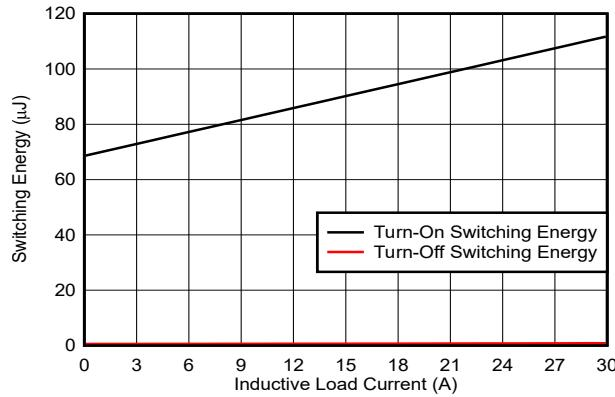
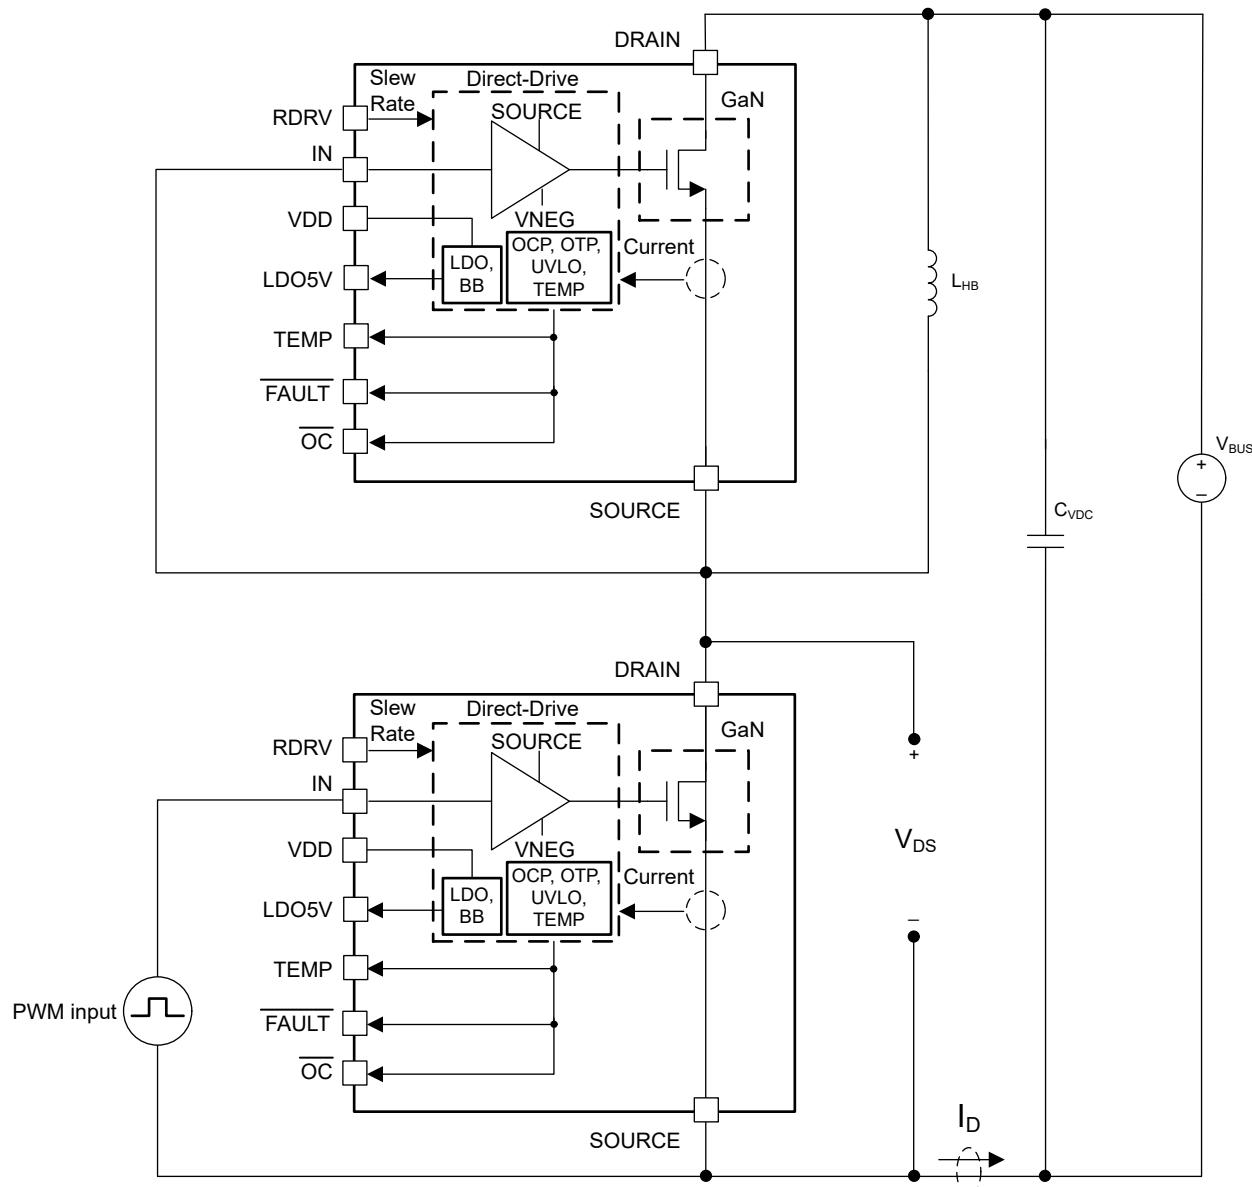
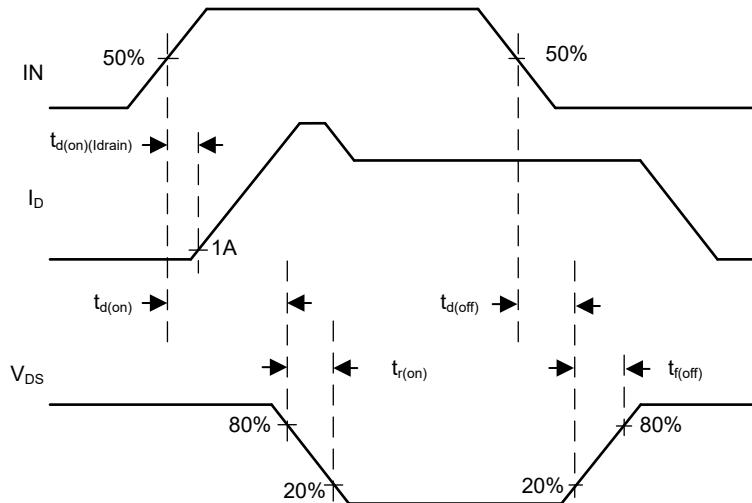

図 5-11. ハーフブリッジ・スイッチング・エネルギーと誘導性負荷電流との関係
図 6-1. スイッチング・パラメータの決定に使用する回路
図 6-2. 伝搬遅延とスルーレートを決定するための測定値
| ターンオンのスルーレート                       | $V_{DS} < 320\text{V}$ から $V_{DS} < 80\text{V}$ まで、RDRV を LDO5V から切断、 $R_{RDRV} = 300\text{k}\Omega$ 、 $T_J = 25^\circ\text{C}$ 、 $V_{BUS} = 400\text{V}$ 、 $L_{HB}$ 電流 = 10A、図 6-1 を参照してください |  | 20     |       | V/ns             |     |    |
|                                    | $V_{DS} < 320\text{V}$ から $V_{DS} < 80\text{V}$ まで、RDRV を LDO5V に接続、 $T_J = 25^\circ\text{C}$ 、 $V_{BUS} = 400\text{V}$ 、 $L_{HB}$ 電流 = 10A、図 6-1 を参照してください                                   |  | 100    |       | V/ns             |     |    |
|                                    | $V_{DS} < 320\text{V}$ から $V_{DS} < 80\text{V}$ まで、RDRV を LDO5V から切断、 $R_{RDRV} = 0\Omega$ 、 $T_J = 25^\circ\text{C}$ 、 $V_{BUS} = 400\text{V}$ 、 $L_{HB}$ 電流 = 10A、図 6-1 を参照してください           |  | 150    |       | V/ns             |     |    |
| $t_{d(on)}$( $I_{drain}$ ) | ドレン電流ターンオン遅延時間              | $V_{IN} > V_{IN, IT+}$ から $I_D > 1\text{A}$ 、 $V_{BUS} = 400\text{V}$ 、 $L_{HB}$ 電流 = 10A、図 6-1 および図 6-2 を参照してください      |     | 28  | 42  | ns |
| $t_{d(on)}$                    | ターンオン遅延時間                   | $V_{IN} > V_{IN, IT+}$ から $V_{DS} < 320\text{V}$ 、 $V_{BUS} = 400\text{V}$ 、 $L_{HB}$ 電流 = 10A、図 6-1 および図 6-2 を参照してください |     | 32  | 52  | ns |
| $t_{r(on)}$                    | ターンオンの立ち上がり時間               | $V_{DS} < 320\text{V}$ から $V_{DS} < 80\text{V}$ 、 $V_{BUS} = 400\text{V}$ 、 $L_{HB}$ 電流 = 10A、図 6-1 および図 6-2 を参照してください  |     | 2.5 | 4   | ns |
| $t_{d(off)}$                   | ターンオフ遅延時間                   | $V_{IN} < V_{IN, IT-}$ から $V_{DS} > 80\text{V}$ 、 $V_{BUS} = 400\text{V}$ 、 $L_{HB}$ 電流 = 10A、図 6-1 および図 6-2 を参照してください  |     | 44  | 65  | ns |
| $t_{f(off)}$                   | ターンオフ立ち下がり時間 (1) | $V_{DS} > 80\text{V}$ から $V_{DS} > 320\text{V}$ 、 $V_{BUS} = 400\text{V}$ 、 $L_{HB}$ 電流 = 10A、図 6-1 および図 6-2 を参照してください  |     | 21  |     | ns |
|                                | FET ターンオンの最小 IN High パルス幅   | $V_{IN}$ 立ち上がり/立ち下がり時間が 1ns 未満、 $V_{DS}$ が 200V 未満、 $V_{BUS} = 400\text{V}$ 、 $L_{HB}$ 電流 = 10A、図 6-1 を参照してください         |     | 24  |     | ns |
図 6-1 に、ほとんどのスイッチング・パラメータの測定に使用する回路を示します。この回路の上部デバイスは、第 3 象限モードでのみインダクタ電流を再循環するために使用されます。それは理想ダイオードモード機能を備えていないため、上部デバイスとして LMG3422R030 のみ使用する必要があります。上部デバイスには LMG3425R030 を使用しないでください。上部デバイスに理想ダイオードモード機能がある場合、インダクタ電流が還流すると GaN FET が自動的にオンになり、下側デバイスがオンになったときに貫通電流イベントが発生します。下部デバイスはアクティブ・デバイスで、目的のテスト電流までインダクタ電流を増加させます。その後下部デバイスがオフおよびオンになり、特定のインダクタ電流でスイッチング波形が生成されます。ドレイン電流（ソース側）とドレイン・ソース間電圧の両方を測定します。図 6-2 に、具体的なタイミング測定値を示します。TI は、ダブル・パルス・テスタとしてハーフブリッジを使用することを推奨します。過剰な第 3 象限動作により、上部デバイスが過熱する可能性があります。
図 5-11 に示すターンオンおよびターンオフのスイッチングエネルギーは、回路のターンオンおよびターンオフ過渡中にローサイドデバイスが吸収するエネルギーを表しています。図 6-1 の回路は、入力が短絡された出力を持つ昇圧コンバータを示しているため、スイッチングエネルギーはローサイドデバイスで消費されます。ハードスイッチングのターンオン損失は、ハーフブリッジの **Coss** 損失と、ターンオンのオーバーラップ損失によって構成され、また、ターンオフ損失は無視できます。これは、インダクタ電流が主にデバイスの出力容量を充電するためです。ターンオン損失とターンオフ損失は実験的な波形から、ドレイン電流の積をターンオン時間とターンオフ時間の間に、ドレインソース間電圧と積分することで計算されます。ターンオンおよびターンオフ・エネルギーを正確に測定するため、電圧および電流のプローブスキーは非常に重要です。